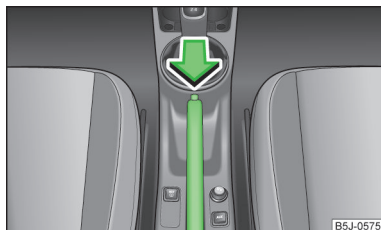

Fig. 108
- Tirare leggermente verso l'alto la leva del freno a mano e **contemporaneamente** premere il pulsante di blocco » **fig. 108**.